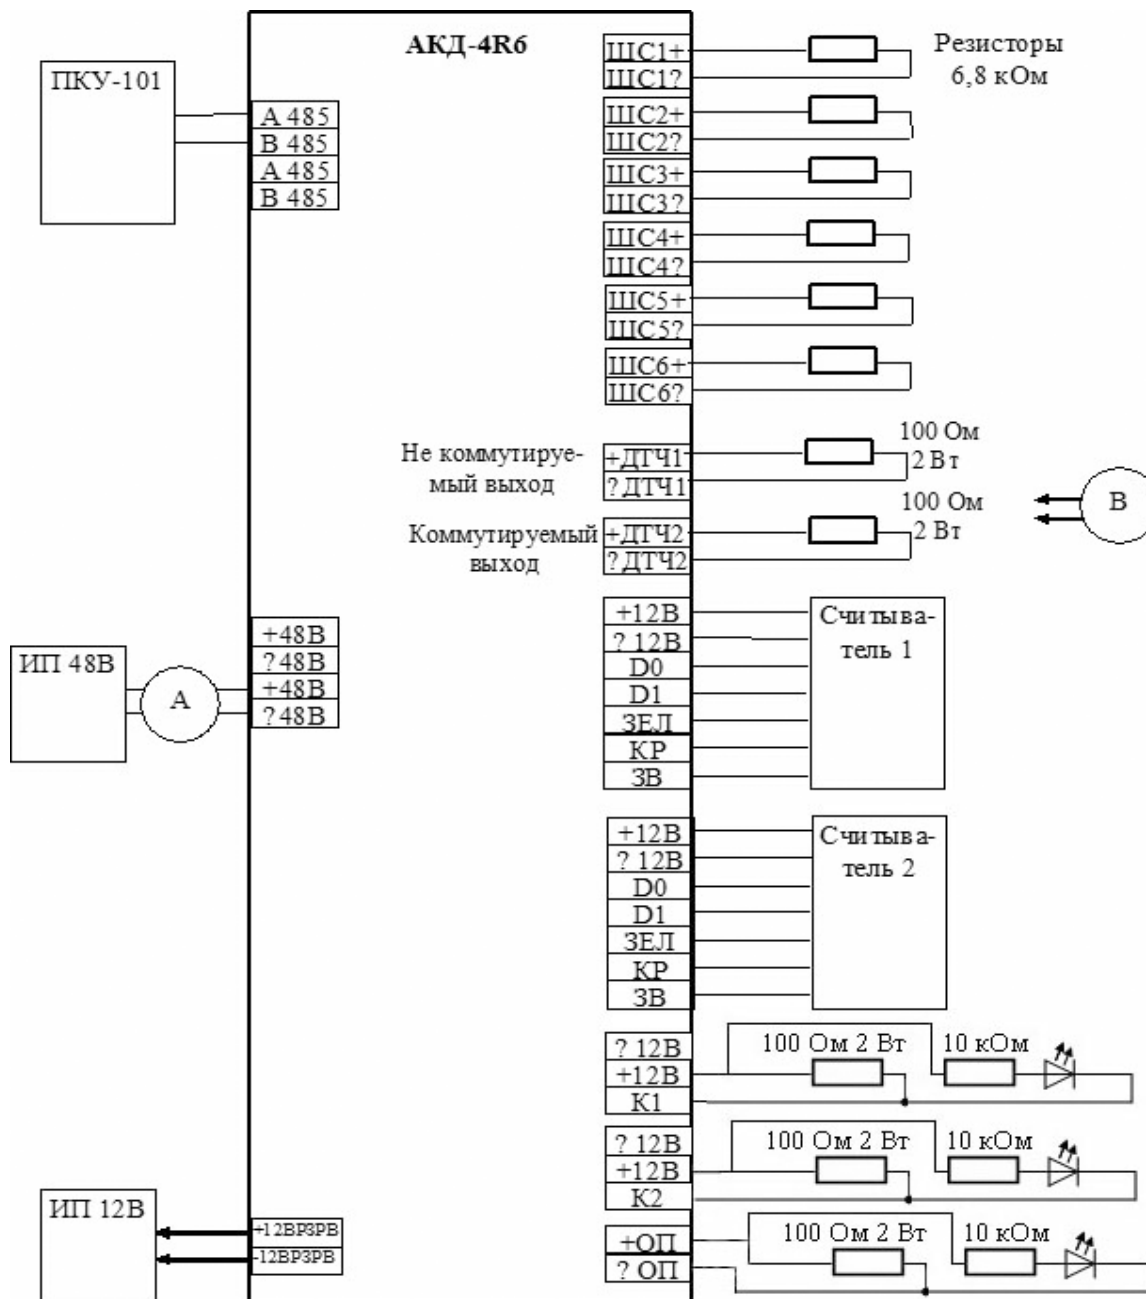

Рисунок 14. Схема подключения АКД-4R6 при проверке работоспособности
- Собрать схему проверки АКД (рис.14.), подсоединив в ШС1-ШС6 резисторы сопротивлением 6,8 кОм. Подсоединить считыватели к АКД. Подключить нагрузки к цепям коммутируемого и некоммутируемого выходов, к цепям управления запорными устройствами и оповещателем. Подключить АКД по интерфейсу RS-485 к ПКУ-101 (или через АПИ-Е-485 к компьютеру установленным с АРМ ДПУ).